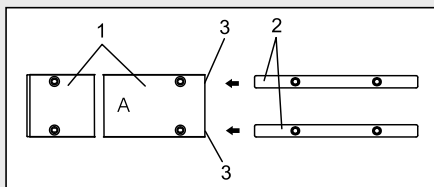

Fig. 19
1. Posez la section gauche du rail de guidage marquée « A » (1) sur son dos en direction du côté gauche de la surface à travailler (Fig. 19).